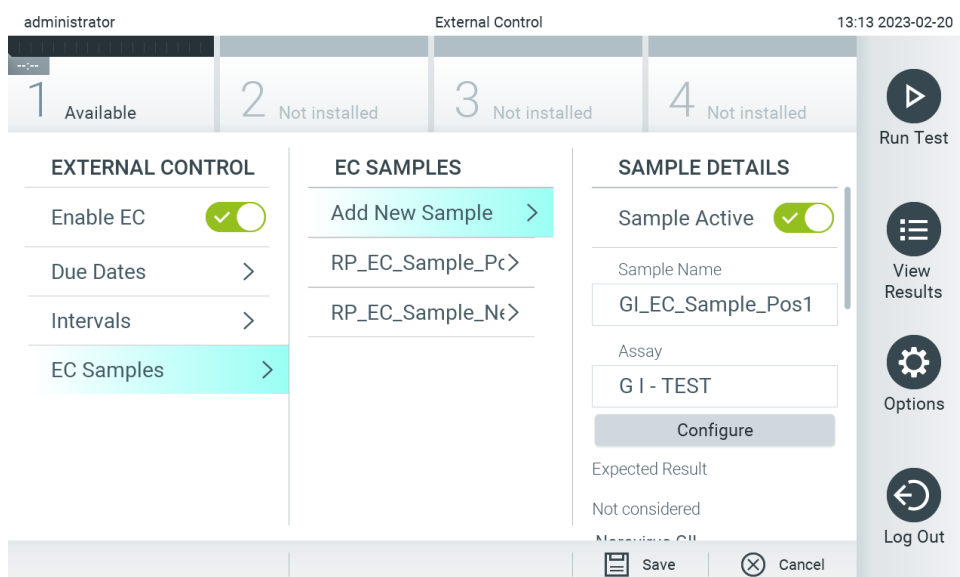
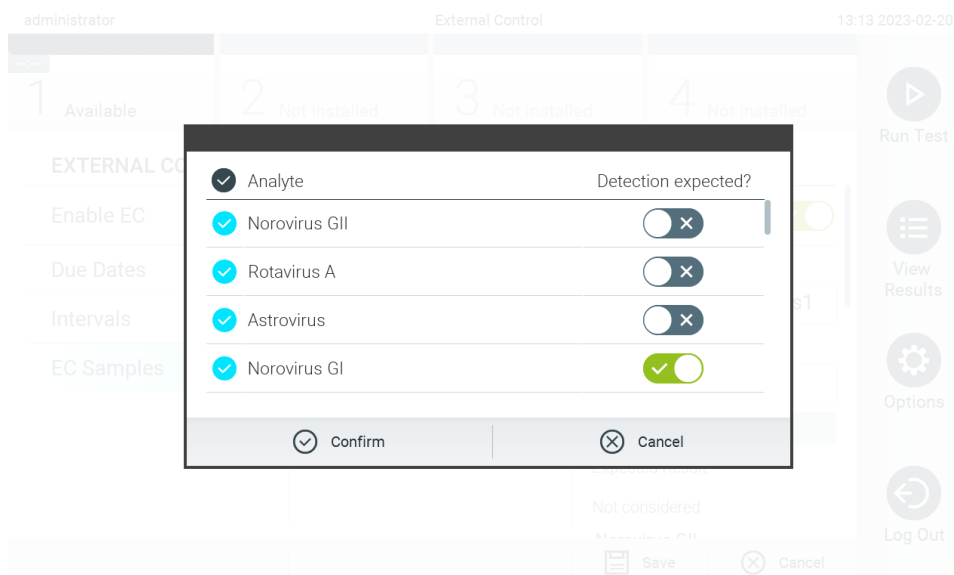

Figura 79. Ecranul External Control EC Samples (Probe EC de substanță de control externă).
Figura 80. Ecranul de configurare External Control EC Sample (Substanță de control externă, Probă EC).
6. Selectați **Configure** (Configurare) pentru editarea analiților într-o testare cu substanță de control externă (Figura 79). În configurația External Control EC Sample (Substanță de control externă, Probă EC), se poate determina dacă un analit este luat în considerare pentru rularea External Control EC (Substanță de control externă) și dacă este de așteptat o detecție (Figura 80).
Este posibilă doar selectarea rezultatelor HIS/LIS deja încărcate și expirate pentru crearea fișierelor de arhivă. De asemenea, este posibilă selectarea doar a rezultatului deja încărcat al aplicației QIAstat-Dx Remote Results pentru crearea fișierelor de arhivă. Apăsați **HIS/LIS Uploaded** (HIS/LIS încărcate) pentru activarea acestei opțiuni și apăsați **Create Archive** (Creare arhivă) (Figura 80).